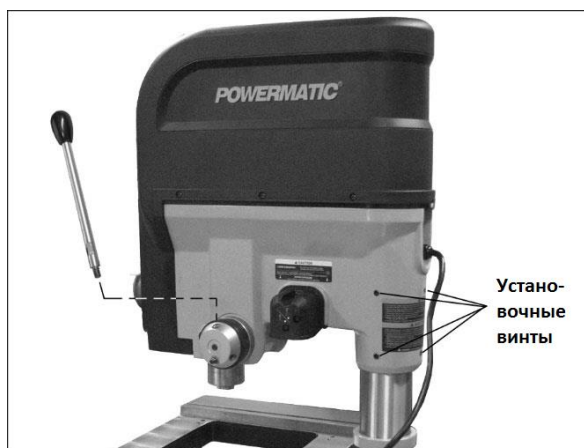

Рис. 6-10
1. Отрегулируйте бабку параллельно основанию и затяните 4 установочных винта (Рис. 6-10).
2. Установите три рукоятки пиноли в ступицу сбоку сверлильной бабки (Рис. 6-10). Полностью закрутите их, используйте ключ и лыски вала, чтобы поджать.